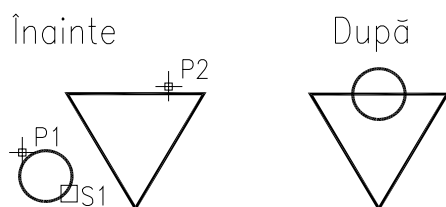

Fig. U6.14
1. Se mută cercul cu centrul său ca punct de referință în mijlocul laturii superioare a triunghiului echilateral (Fig. U6.14)